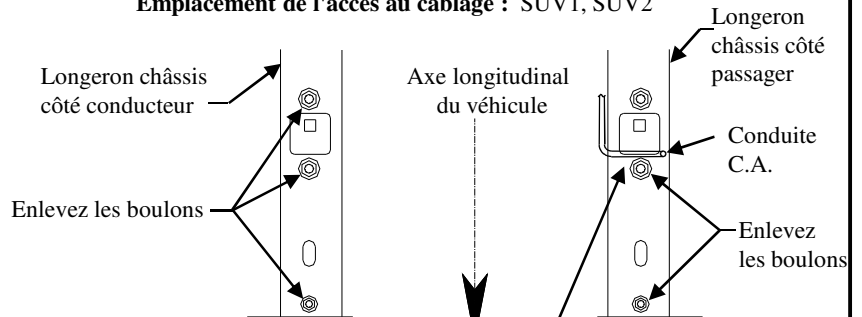
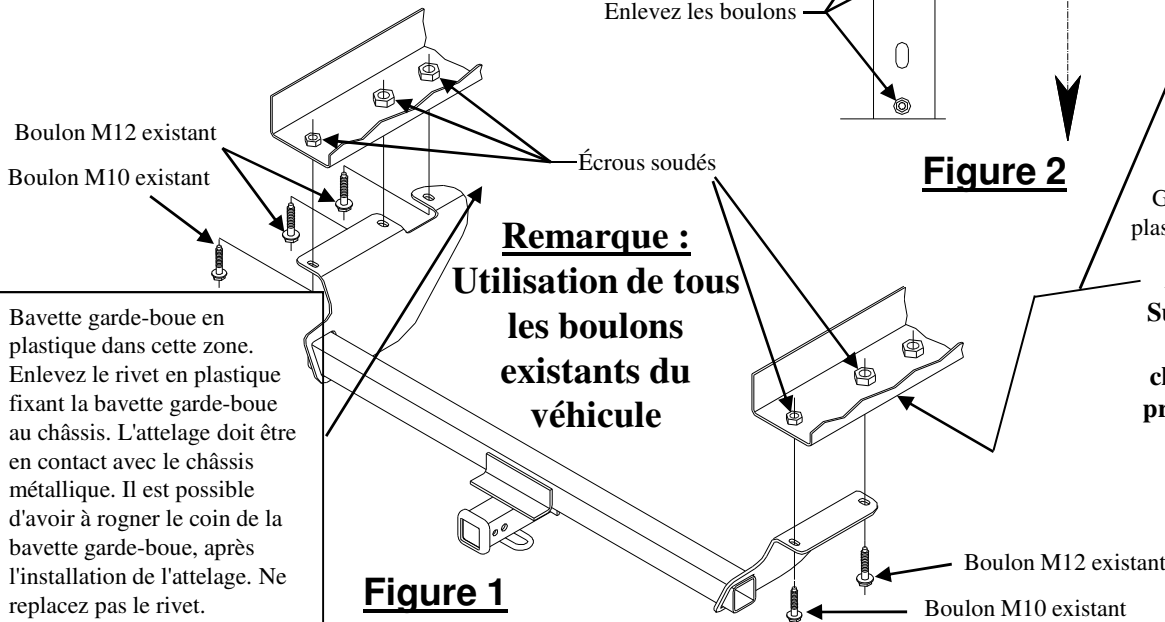

Figure 2
Figure 1
2. Enclenchez la gaine isolante de plastique en place au-dessus de la conduite de climatisation du côté passager, à proximité du boulon s'il est présent. Voir la Figure 2 ci-dessus.
3. Enlevez les boulons existants des longerons comme illustré à la Figure 2, (3) du côté conducteur et (2) du côté passager, puis conservez-les pour le montage de l'attelage.
4. Enlevez le rivet en plastique fixant la bavette garde-boue au châssis du côté conducteur. Il est possible d'avoir à rogner le plastique après l'étape (4). Ne remplacez pas le rivet en plastique.
5. Levez l'attelage en position comme illustré à la Figure 1 et fixez-le avec les boulons existants enlevés à l'étape 2. Serrez-les à la main.